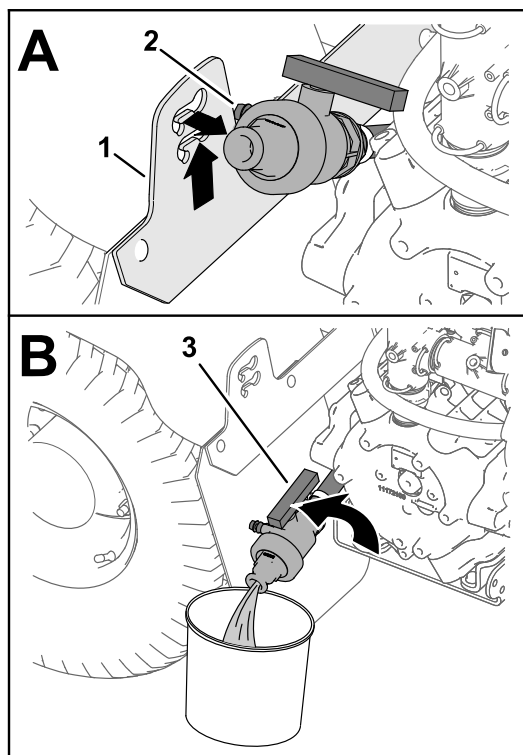

Figure 85
3. Levante la válvula hasta que los espárragos de montaje de la válvula salgan de las ranuras del soporte de la válvula de vaciado, y mueva la válvula hacia atrás (Figure 85, A).
4. Alinee el extremo de la válvula con el recipiente de vaciado y gire la palanca de la válvula a la posición de abierto (Figure 85, B).
5. Cuando el depósito se haya vaciado por completo, gire la maneta de la válvula de vaciado a la posición de cerrado y monte la válvula en el soporte de la válvula de vaciado (Figure 85, B y Figure 85, A).